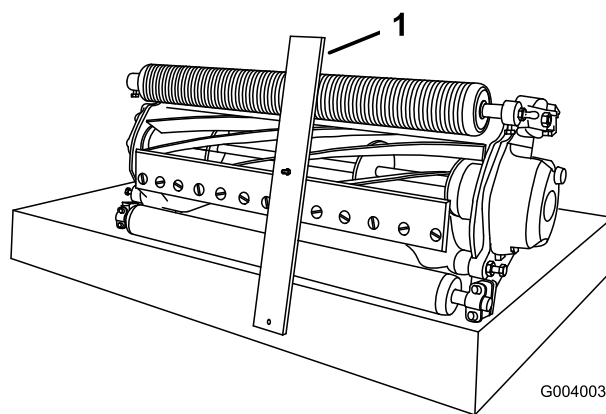

Рисунок 16
3. Зацепите головку болта за режущую кромку неподвижного ножа и прислоните задний конец планки к задней части валика (Рисунок 16).